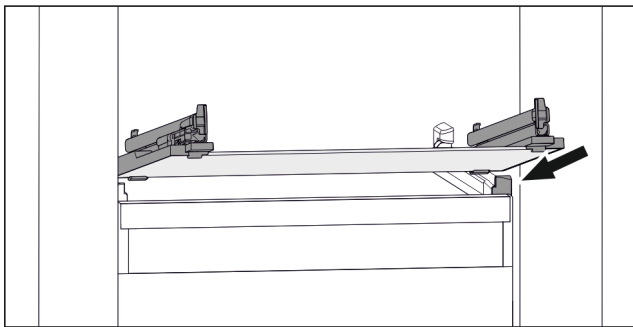

Fig. 113 Beispielhafte Darstellung der Glasplatte
- ▶ Glasplatte schräg hinter den Stopperrahmen aufsetzen. (siehe Fig. 113)